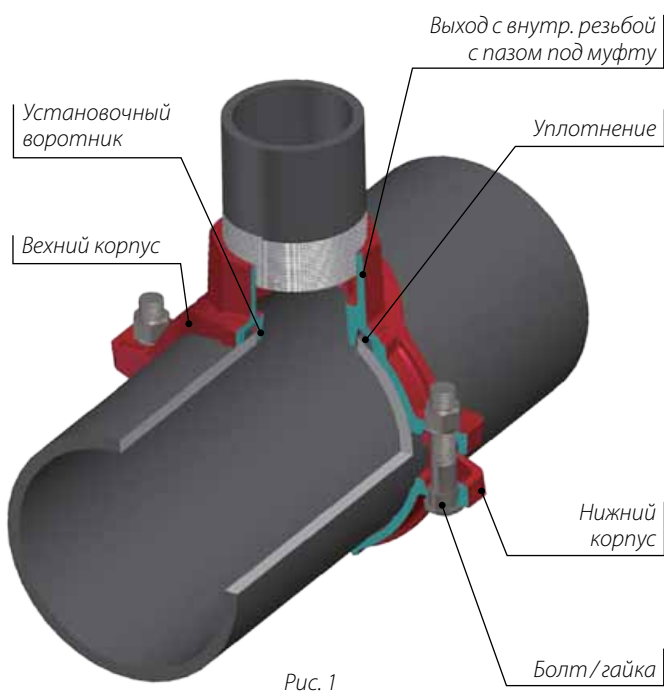

Рис. 2
- Совмещением двух механических тройников можно составить механический крест. (Рис. 2)